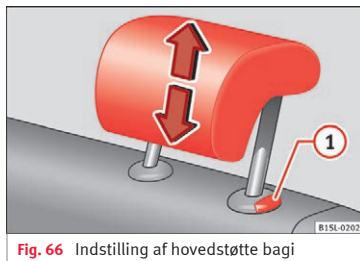

Fig. 66 Indstilling af hovedstøtte bagi
- Skub hovedstøtten opad eller nedad i pilens retning, mens du trykker på knappen » Fig. 66 1 » ⚠.